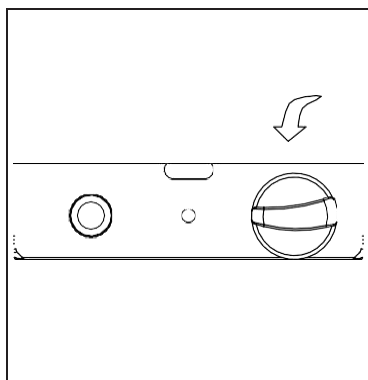

Рисунок 3
- Нажмите на ручку и поверните до положения PILOT (Рисунок 3).